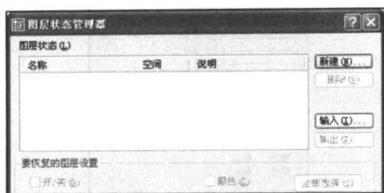

图 1-8 “图层状态管理器”对话框
(1) 单击“图层特性管理器”对话框左上方的“图层状态管理器”按钮,弹出如图 1-8 所示的对话框。